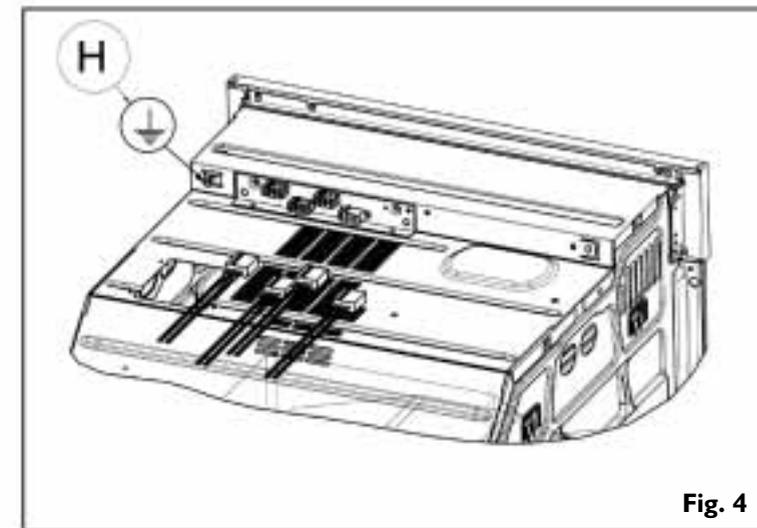

Fig. 4
- Raccordez les bornes de la table de cuisson (G) à la boîte des connexions du four (F), en respectant les couleurs et l'alignement des rails d'insertion visibles sur la partie supérieure des bornes.
- Desserrez l'écrou de la vis (H) (fig. 4) de mise à la terre (⏚) située sur la couverture supérieure du four et introduisez le fil jaune/vert de mise à la masse, en laissant la rondelle en place. Resserrer l'écrou de la vis et vissez-le à fond.